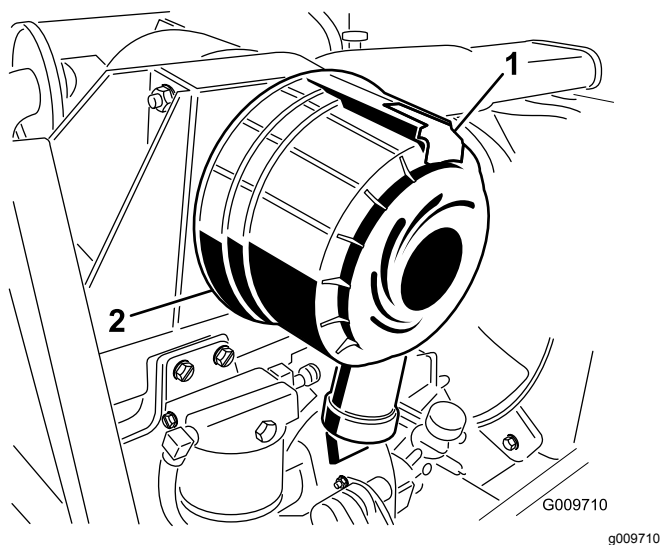

図 30
1. ラッチを引いて外し、カバーを左にひねってボディーからはずす図 30。